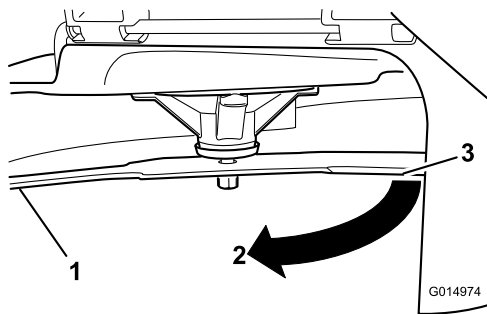

Bild 76
3. Zweiter zwischen Messer und Oberfläche (B) gemessener Abstand
4. Drehen Sie dasselbe Messer um 180 Grad, sodass die andere Schnittkante jetzt in derselben Stellung ist (**Bild 76**).